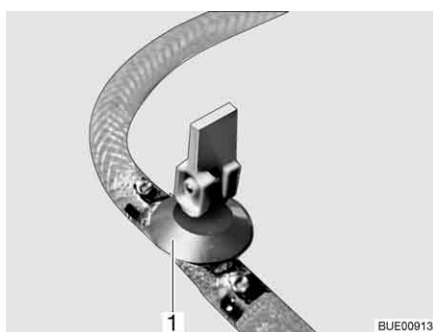
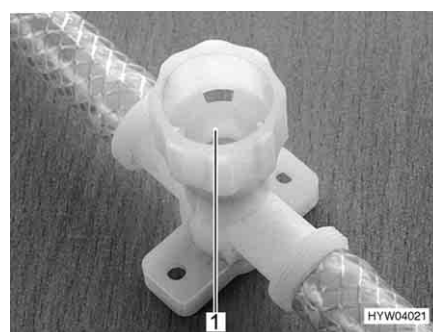

Bild 226 Ablasshahn (mit Kipphebel)
Bild 227 Ablasshahn (mit Drehkappe)
- Alle Ablasshähne öffnen. Dazu den Kipphebel des Ablasshahns (Bild 226,1) senkrecht stellen oder die Kappe des Ablasshahns (Bild 227,1) entgegen dem Uhrzeigersinn drehen.